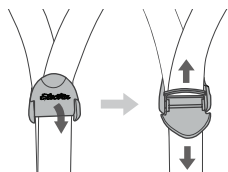

Figura 3. Funcionamiento del regulador de la correa
2. Desbloquea el regulador de la correa (Figura 3).